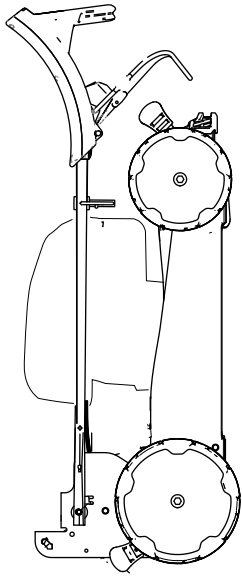

Figure 20
6. Soulevez l'avant de la machine par le guidon et amenez-la jusqu'au lieu de rangement (Figure 20).